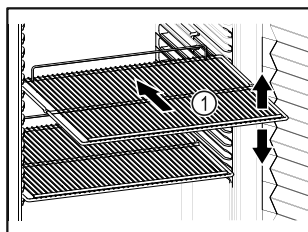

Fig. 58 Beispielhafte Darstellung
- ❑ Wenn Abstellroste Fig. 58 (1) versetzbar sind, je nach Höhe anpassen.